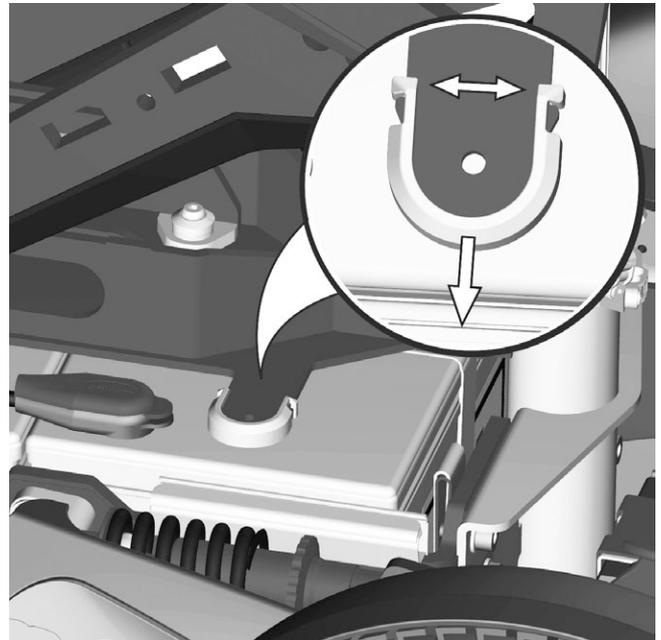

Abbildung 91. Verpolungsschutz der AP-Sitzhöhenverstellung
1. Verpolungsschutz montieren. Verpolungsschutz fest an die AP-Sitzhöhenverstellung drücken. Siehe Abbildung. 91.